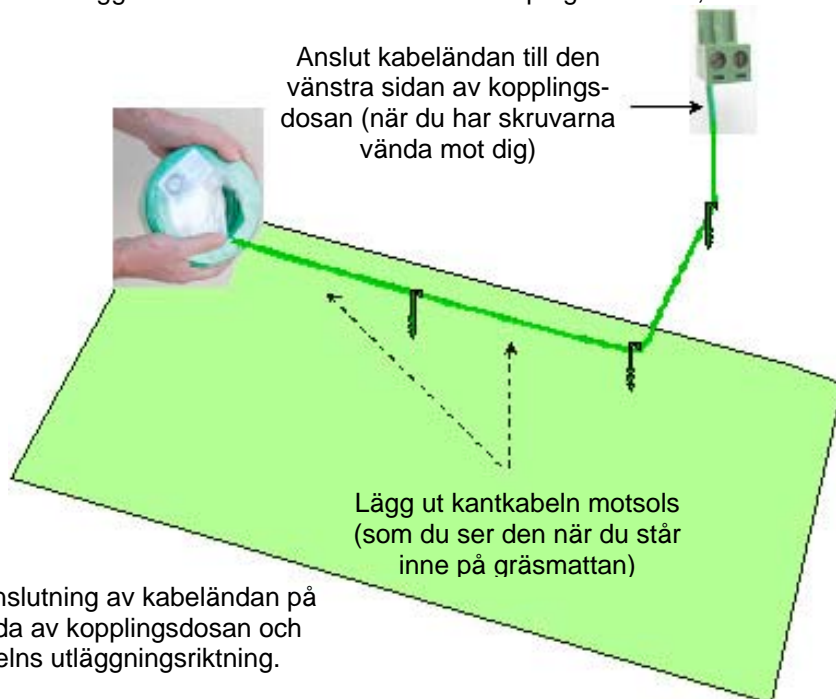

Bild 1.39 Anslutning av kabeländan på vänster sida av kopplingsdosan och kantkabelns utläggningsriktning.
- Stick in kabeländan på vänster sida av kopplingsdonet, enligt bild 1.39 och dra åt skruven.
- Börja med att lägga kabeln motsols när du står inne på gräsmattan, som visas på bild 1.39.